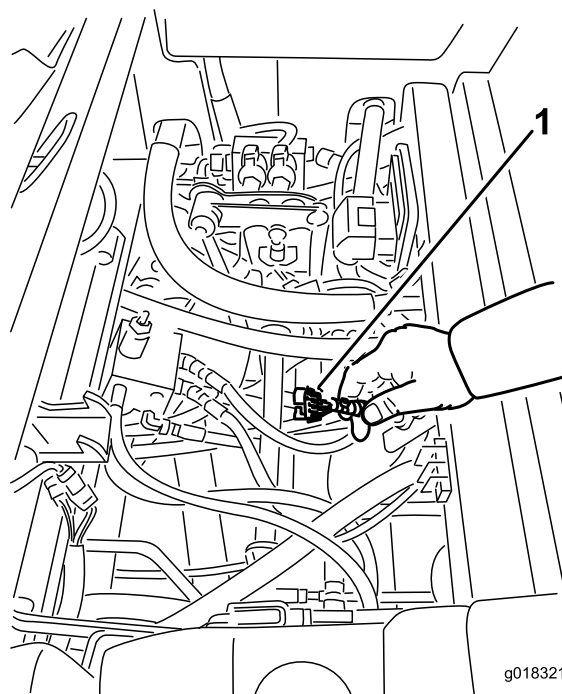

Рисунок 20
3. Найдите жгут проводов и разъемы рядом с контроллером (Рисунок 20).